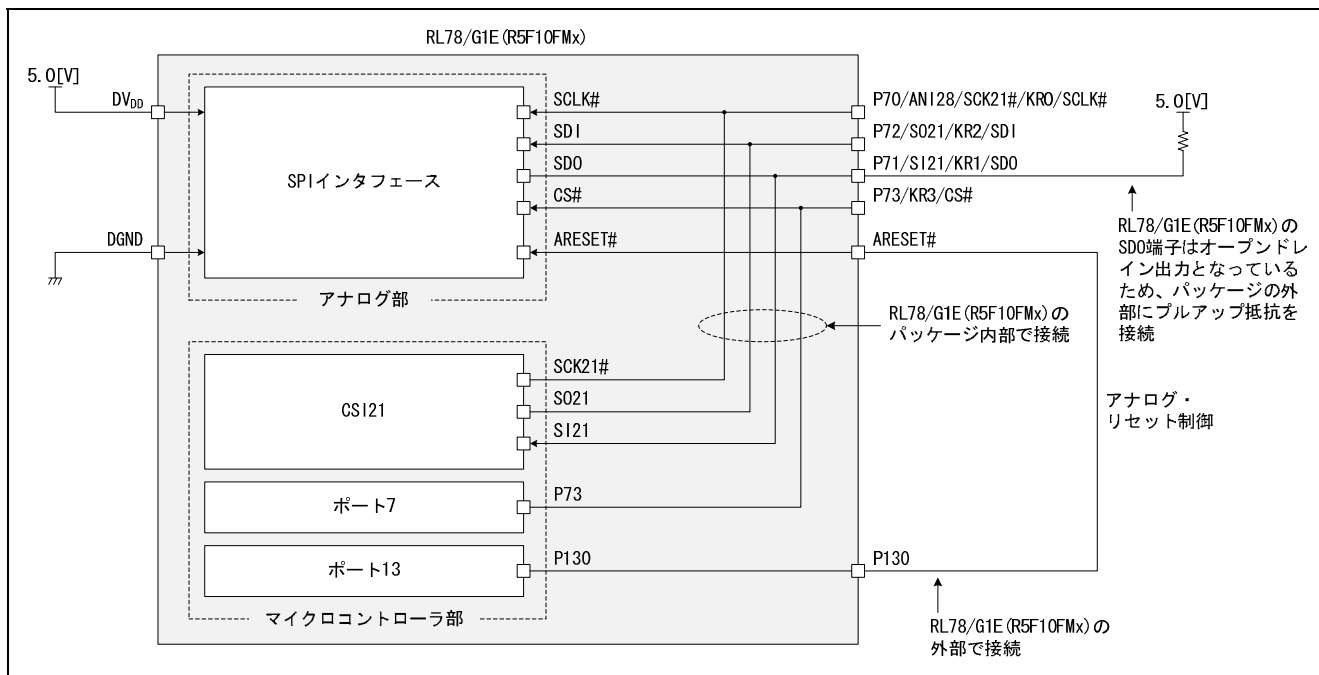

図 6.5 SPI の接続図
(1) SPI の機能概要
- ・ リセット制御レジスタ (RC) の RESET ビットへの 1 ライトによる内部リセット
- 図 6.5に RL78/G1E (R5F10FMx) の SPI の接続図を示します。